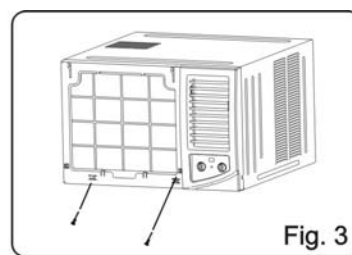

Fig. 3
1. QUITA LOS DOS TORNILLOS DEL MARCO (VER FIG. 3).
2. AJUSTE LOS TORNILLOS SOBRE EL MARCO. (VER FIG. 3)